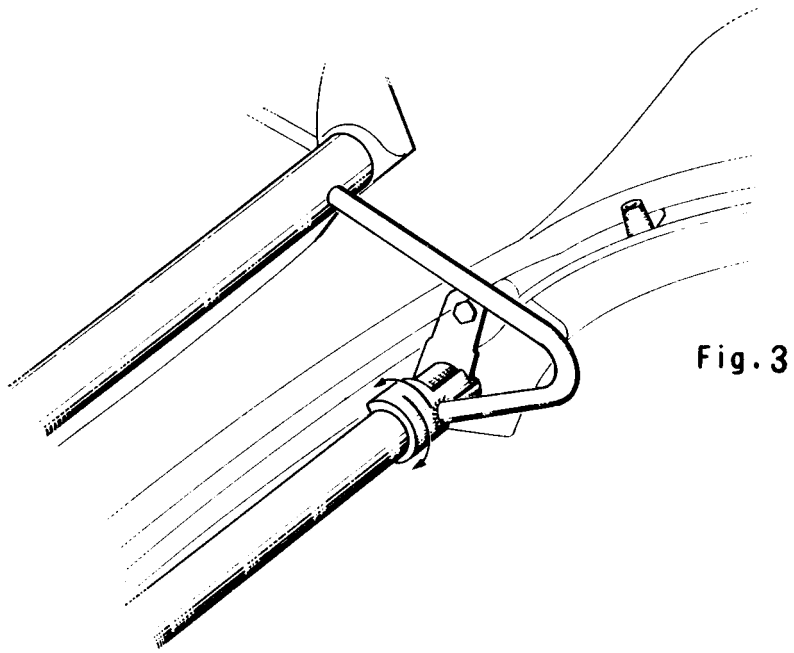

Fig. 3
- Déposer le clips (5), la rondelle épaisse (4), la plaquette de frottement (3) en céloron (crochet). Maintenir le capot et dégager la béquille de la glissière, puis déposer le guide (2) et la rondelle de frottement (1). Rabattre la béquille le long de la partie latérale de proue, puis déposer le capot en le basculant vers l'avant et en le dégageant de ses charnières (Fig. 3).
- Déposer le clips (8), la rondelle épaisse (7), déposer la béquille. La rondelle de frottement (6) peut rester sur son axe.
- 5) Présenter le capot en position verticale sur le tube, comme indiqué (Fig. 3). En fermant le capot, les pattes des charnières doivent s'engager entre le tube et les secteurs des embouts formant verrous.
- Maintenir le capot et engager la béquille contre la rondelle de frottement (6) restée sur l'axe. Poser la rondelle épaisse (7) puis le clips (8).
8050 - DEPOSE et POSE du CAPOT - (Fig. 3) **Outillage****- Crochet -****Dépose -**
- 2) Dépose de la béquille côté panneau latéral (Fig. 2). Déposer le clips (8), la rondelle (7) **et dégager la béquille de son axe (crochet)**. 3) Continuer de basculer le capot vers l'avant jusqu'au dégagement des charnières (Fig. 3), dégager le capot du véhicule.